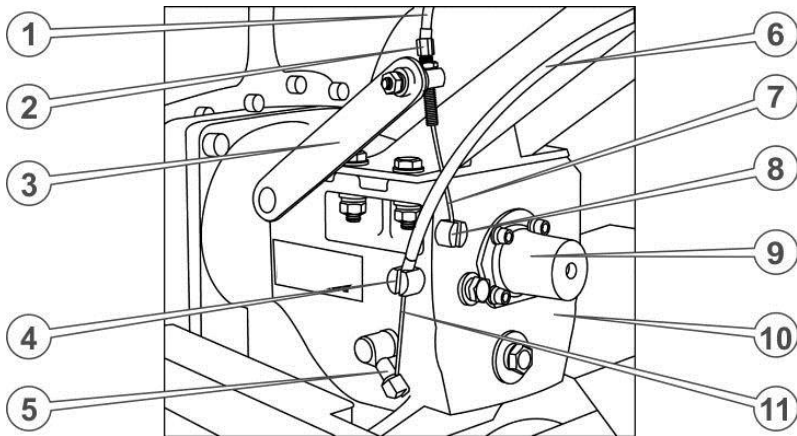

Рисунок 8. – Регулювання тросів ліворуч
29. Приєднати трос управління подачі палива, що йде від важеля на правій рукоятці керма. Для цього видалити пластикові фіксатори на коромислі механізму управління подачею палива, вставити сорочку троса в гніздо корпусу важеля регулювання подачі палива до упору, вставити трос в отвір регулювального гвинта (див. рис. 8.), а потім в отвір фіксатора на коромисло механізму управління подачею палива й закріпити.
30. Приєднати трос механізму аварійної зупинки двигуна, що йде від важеля на лівій рукоятці керма. Для цього зняти з троса фіксатор і відкласти його в бік, розблокувати клавішу й підняти її вгору, вставити сорочку троса в гніздо корпусу клавіші до упору, вставити трос в отвір регулювального гвинта (див. рис. 8.), а потім в отвір у важелі механізму блокування двигуна, надіти й закріпити фіксувальний затискач.